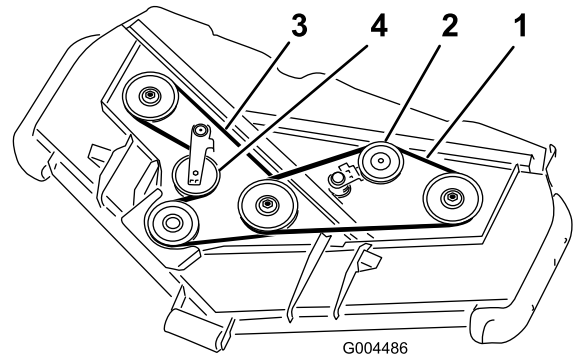

図 59
3. バールなどの工具を使って上ベルト用アイドラプーリ（図 59）をベルトから引き離してベルトの張りをなくす。
4. バールなどの工具を使って下ベルト用アイドラプーリ（図 59）をベルトから引き離してベルトの張りをなくす。
5. 図 59のように、ギアボックスプーリ、下ベルト用スピンドルプーリ、アイドラプーリに新しいベルトを回しかける。
6. 図 59のように、上ベルト用スピンドルプーリとアイドラプーリアセンブリに新しいベルトを回しかける。